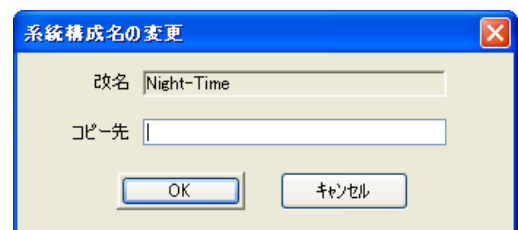

図 12：系統構成名の変更
- d) “コピー先” のテキストボックスに新規系統構成名を入力し、“OK ” ボタンをクリックします。図 12 参照